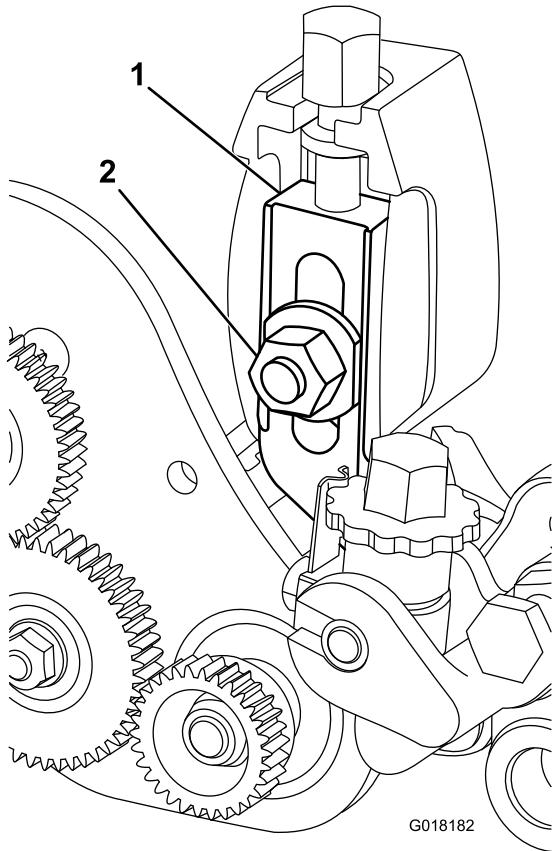

Figura 29
4. Rimuovete il bullone della lama, il dado e la rondella che fissano il gruppo del braccio dell'altezza di taglio alla piastra laterale (Figura 29).